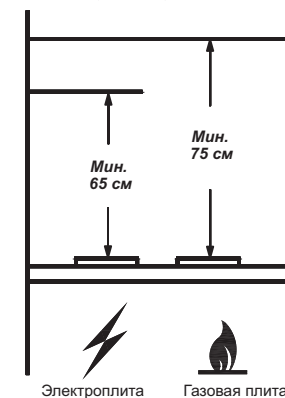

РИС. 1
- при установке зонта соблюдайте указания п. 1.2 (рис.1.)
1.2 Устанавливайте его над плитой, как показано рис. 1.
4.6 Зонт устанавливайте над плитой в соответствии с рис. 1.